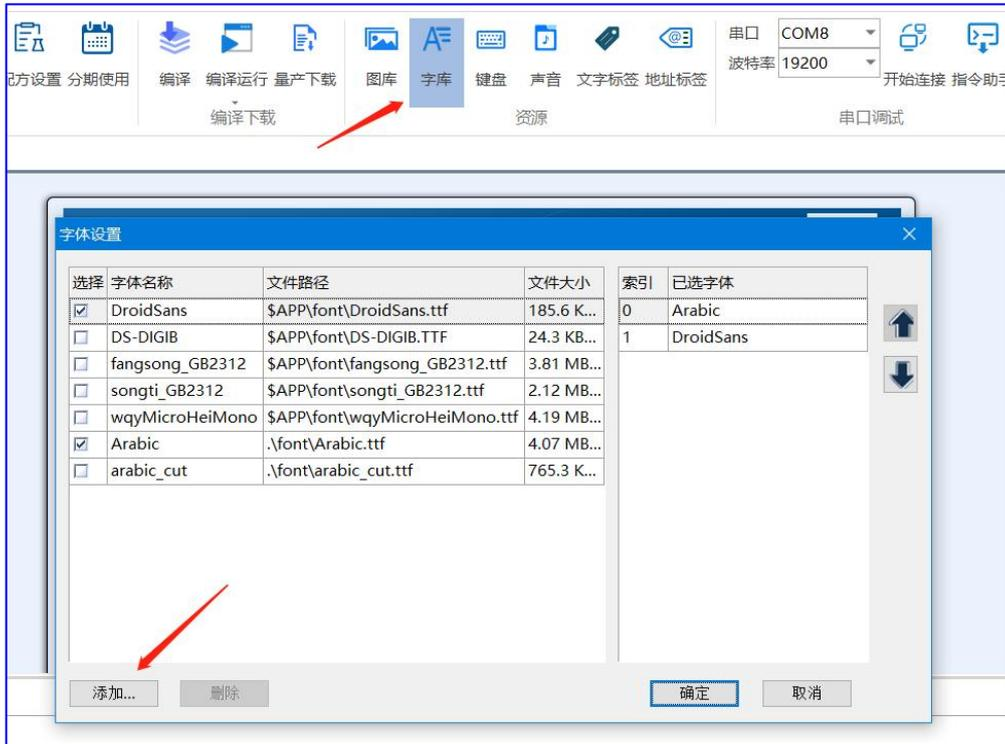

图 4-1 添加字库
1. 在字库设置里面，点击添加，选要添加的字库文件即可，如下图 4-1 所示